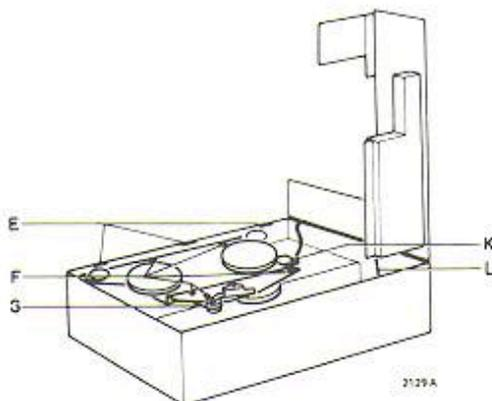

Fig. 2
- Die Abdeckplatte A kann entfernt werden, nachdem die zwei Schrauben B entfernt worden sind. Zum Ersetzen von Köpfen, der Anpressrolle usw. soll ausserdem die vordere Kopfabdeckplatte C entfernt werden (nach oben ziehen). Um zu vermeiden, dass die Abdeckplatte zu schwingen anfängt sind auf der hinteren Zierleiste drei Gummistreifen E angebracht. Diese sollen auf ihrem Platz bleiben, wenn die Abdeckplatte wieder an ihren Platz gebracht wird (Fig. 2).